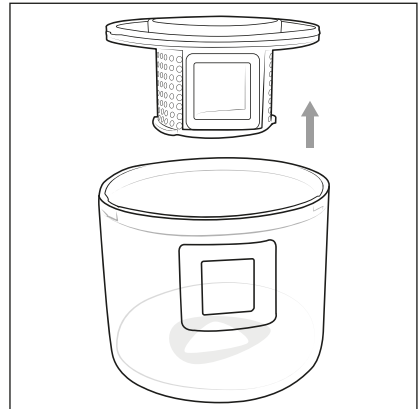

Abb. 6
- 3) Greifen Sie in die Öffnung des Staubfilters **6** und ziehen Sie ihn aus dem Staubbehälter **4** (Abb. 6).